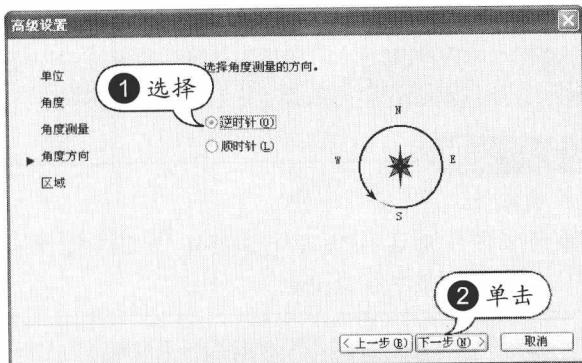

图 1-5 设置角度方向
**STEP 05** 设置角度方向。选中“逆时针”单选按钮，然后单击“下一步”按钮，如图 1-5 所示。